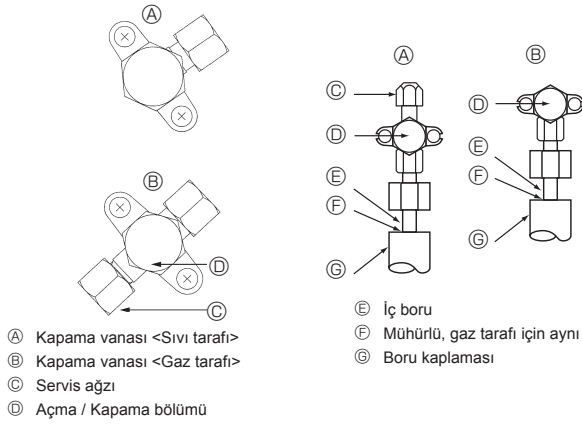

Fig. 4-4
4.4. Soğutucu borusu hava sızdırmazlığı test yöntemi (Fig. 4-4)